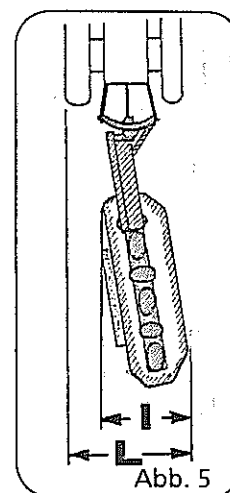

Abb. 5
** Der EURODISC 350 darf so nicht auf öffentlichen Wegen und Straßen gefahren werden sondern nach Abb. 5.